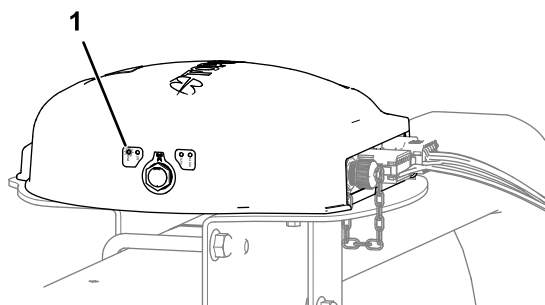

Bild 233
- Satellitenempfänger: die PWR-Anzeige leuchtet (Bild 233)